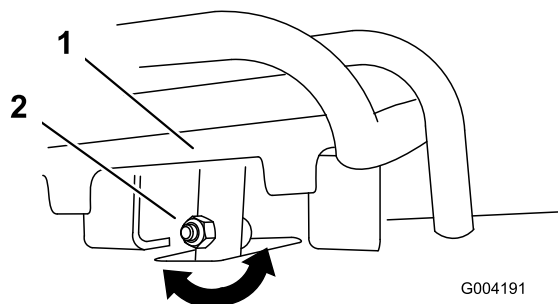
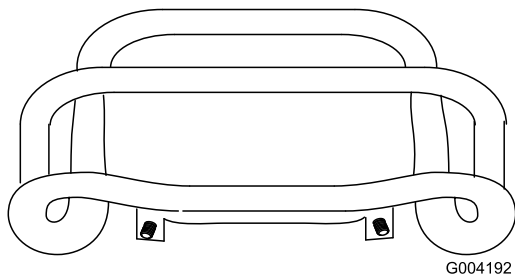

Figura 51
Figura 52
4. Se la parte anteriore del comando della trazione non rimane diritta e a filo con la barra di riferimento, allentare il dado flangiato e imbullonare lo stelo del comando della trazione (Figura 51).
5. Regolare il comando della trazione in modo che rimanga a filo con la barra di riferimento quando viene tirato all'indietro (Figura 51 e Figura 52).